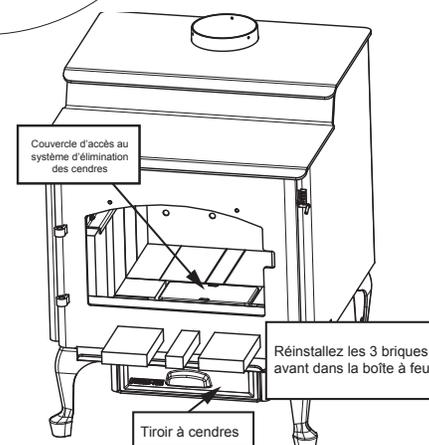

Figure 20.4
- Remettez en place les 3 briques retirées auparavant (**Figure 20.4**).
- Installez le couvercle d'accès à l'ARS à l'intérieur de la rainure située à l'intérieur de la boîte à feu (**Figure 20.4**).